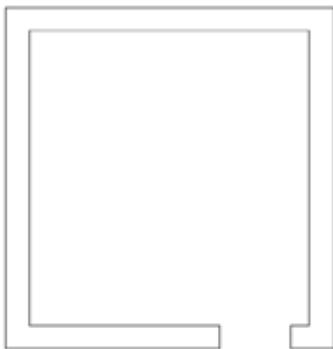

图 2-46
STEP 05 将光标向下移动, 并输入数值 3500, 按 Enter 键, 其后按照同样的操作, 将光标向左移动, 并输入 300, 按 Enter 键完成操作, 如图 2-46 所示。